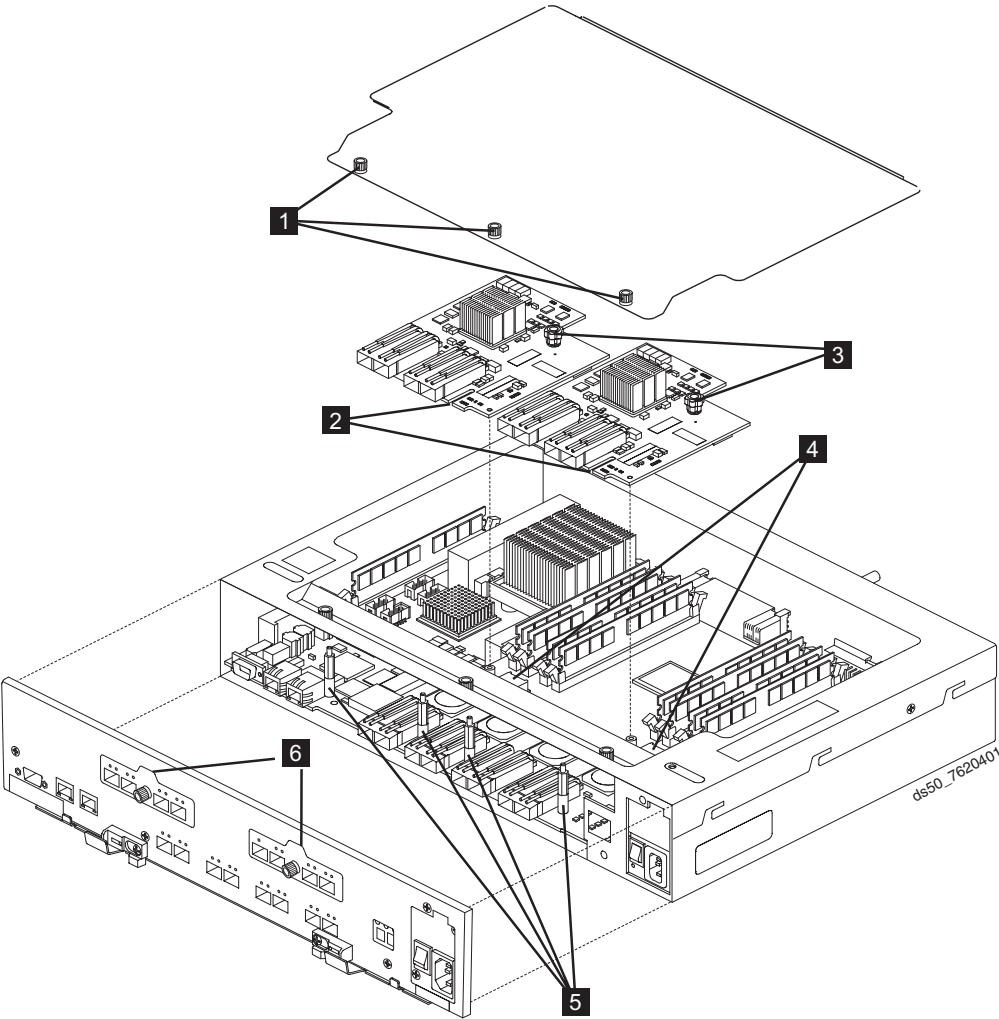

Figura 125. Removendo a tampa do controlador e substituindo a placa da interface de host
- 14. Remova a tampa superior conforme mostrado na Figura 125 na página 216.
Tabela 57 descreve os locais numerados identificados em Figura 125.
- 22. Reinstale a tampa da porta da placa da interface do host que você removeu na etapa 18 na página 217 usando o parafuso de aperto manual. Consulte a Figura 125 na página 216 para obter uma ilustração de uma tampa da porta de placa da interface de host.